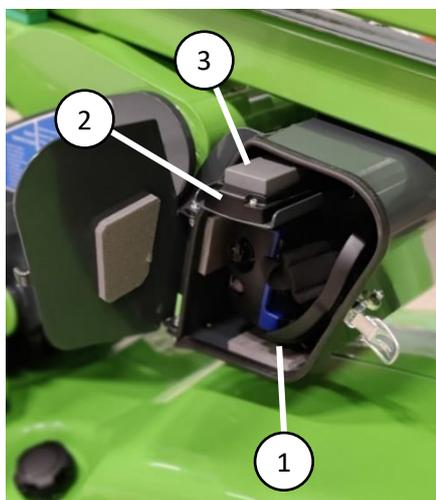

Abbildung 4. Unteres Bedienfeld
- Die Not-Halt-Schalter im oberen (Abbildung 3 (11)) und unteren Bedienfeld (Abbildung 4 (4)) können jederzeit betätigt werden.